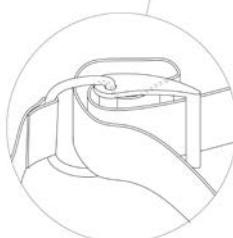
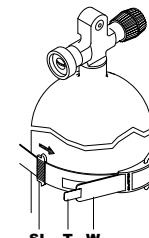

рис. 2-5
рис. 2-6
- Если КП снабжен жесткой спинкой, разместите за кругление (S) спинки на плече баллона (рис. 2-6) и затем затяните ленту (рис. 2-5 и 2-7) быстроразъемного ремня (W1) вокруг баллона. На КП с жесткими спинками предохранительный ремешок (L) (рис. 2-6) закреплен на верху спинки для предотвращения сползания КП вниз во время закрепления и закрытия ремня. Привильная первоначальная регулировка позволяет легко и неоднократно перемещать баллон в правильное положение на КП.
- Закройте пряжку (C) (Рис. 2-7). Если лента слишком затянута или ослаблена, откройте фиксатор Velcro и пряжку для регулировки длины ленты (рис. 2-5) быстроразъемного ремня (W1). Для дополнительной безопасности зафиксируйте конец ремня (Г) скользящей петлей (SL) (рис. 2-5). В КП с жесткой спинкой, с установленным на КП баллоном, вы можете поднимать всю систему, используя встроенную в спинку ручку.